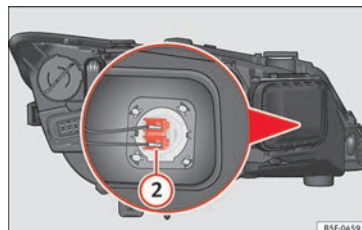

Fig. 211 Ampoule des feux de route.
- Appuyez sur le connecteur » **fig. 211** (2) vers la gauche ou la droite et tirez.